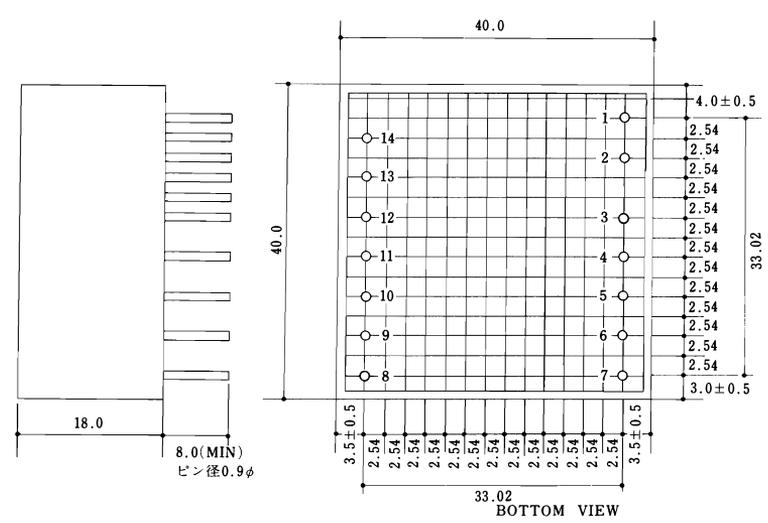

図 1 AR-1ピン接続
| (5)入力抵抗……………差動 $100\text{M}\Omega$ 以上  | (12)ピン接続……………図 1   |